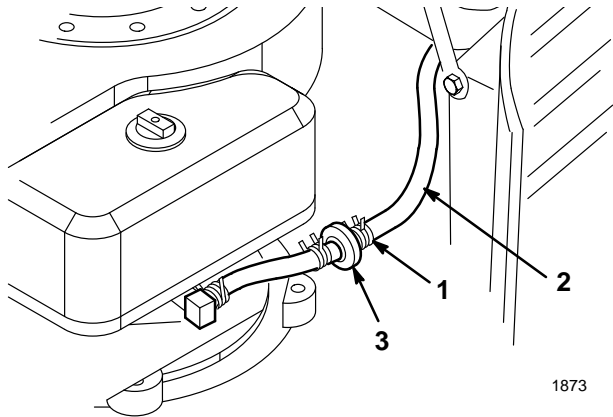

Figure 24
3. Pincer les extrémités du collier de fixation et glisser le collier vers le haut de la conduite d'alimentation, en direction du réservoir d'essence (Fig. 24).
4. Détacher du filtre la conduite d'alimentation (Fig. 24) et laisser l'essence couler dans un bidon à essence ou dans un bac de vidange.
Le meilleur moment pour remplacer le filtre à essence (Fig. 24) est lorsque le réservoir de carburant est vide. Ne jamais remonter un filtre sale après l'avoir enlevé de la conduite d'alimentation.
3. Pincer les extrémités des colliers et faire glisser ceux-ci pour les éloigner du filtre (Fig. 24).